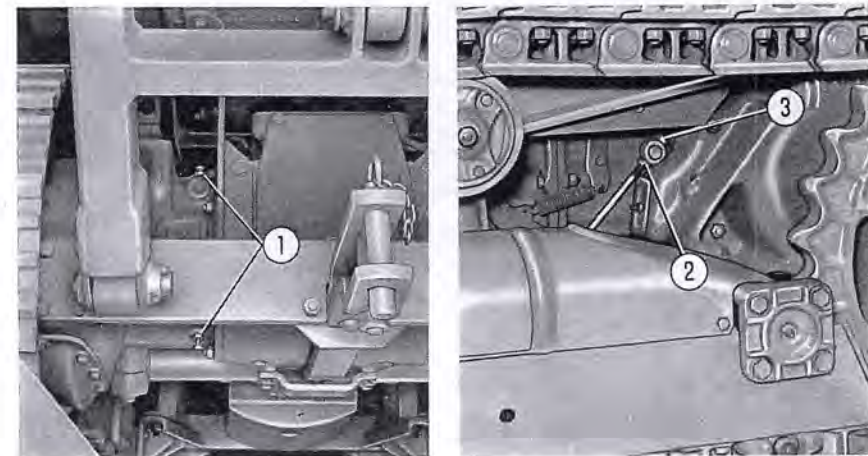

Fig. 20. - Réglage des freins (côté gauche).
**Réglage des freins** (opération n. 28 de la planche): la garde correcte des pédales est de 4 à 5 cm; elle augmente suivant l'usure des rubans. Quand le réglage des freins est nécessaire effectuez pour chacun d'eux les opérations suivantes (voir fig. 20):